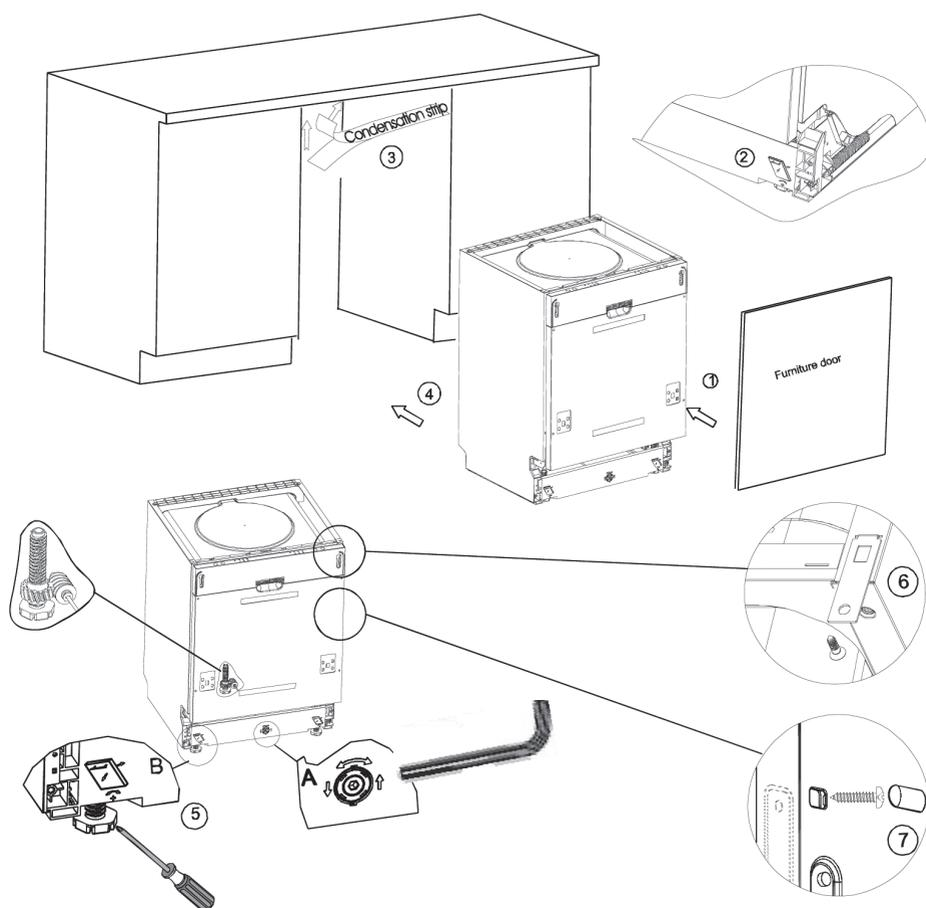

Рис. 8. Последовательность установки посудомоечной машины
1. Используя скобы, прикрепите деко- ративную дверцу от вашей мебели к дверце машины (см. п. 1 на рис. 8).
2. Отрегулируйте натяжение пружин дверцы при помощи торцевого ключа, поворачивая его по часовой стрелке для натяжения пружины и против часовой стрелки для того, чтобы ослабить пружины дверцы. Не- выполнение данной операции может привести к повреждению посудомо- ечной машины (см. п. 2 на рис. 8).
6. Поместите посудомоечную машину на направляющие (см. п. 4 на рис. 8).
9. Выровняйте машину. Задние ножки можно регулировать винтами, рас- положенными спереди (см. п. 6а на рис. 8). С помощью ключа отрегулируйте передние ножки (см.п. 6в на рис. 8).
к ней шурупами по дереву, будьте осторожны, вес машины может вырвать шурупы из дерева (см. п. 7 на рис. 8).
зуйте скобы, чтобы прикрепить машину к стенам соседней мебели, при этом необходимо закрыть винты резиновыми шляпками, чтобы не повредить столешницу (см. п. 8 на рис. 8).
2. Машина разработана так, чтобы пользователь мог регулировать ножки, используя винты в передней части (см. рис. 8).